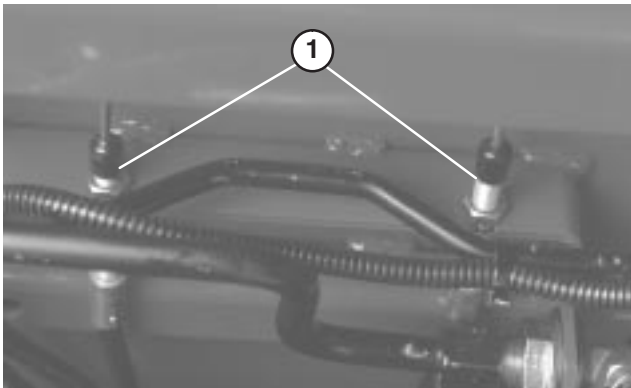

Bild 63
2. Lockern Sie zum Reduzieren des Spiels der Bremspedale die vordere Mutter am Gewindeende des Bremszugs (Bild 63). Ziehen Sie dann die hintere Mutter an, um den Zug nach hinten zu bewegen, bis die Bremspedale 1,3 bis 2,5 cm Spielraum haben. Ziehen Sie die vorderen Muttern fest, wenn die Bremsen einwandfrei eingestellt sind.